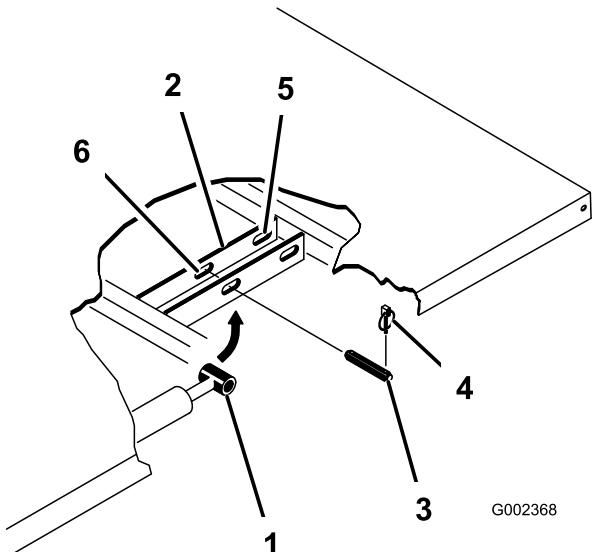

図33
- シリンダの外側端部からリンチピンを外す図33。
- シリンダロッドの端部を荷台取り付けプレートのスロットに固定しているクレビスピンを外す(図33)。
- ピボットブラケットをフレームに固定しているリンチピンとクレビスピンを外す図33。